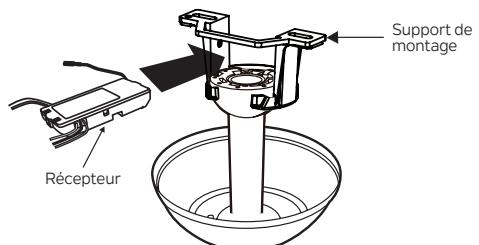

Fig. 13
Étape 1. Insérez le récepteur dans le support de montage du plafond avec le côté plat du récepteur face au plafond. (Fig. 13) Pour de meilleures performances, assurez-vous que l'Antenne noire, à l'extrémité du récepteur, reste prolongée et ne s'emmêle pas avec l'un des fils électriques.